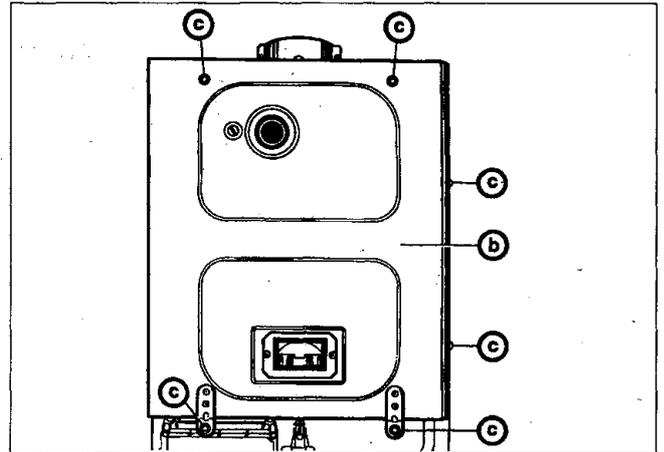

Bild 29
- Schrauben (c) am Deckel (b) entfernen (Bild 29). Deckel (b) abnehmen.
- Montieren Sie nun den Deckel (b) und sichern ihn mit den Schrauben (c) (Bild 29).